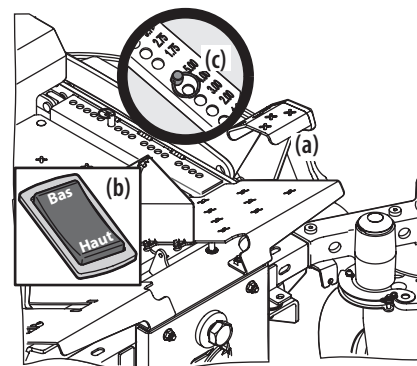

Figure 3-6
1. Puis relâchez lentement la pédale de relevage du plateau de coupe (a) ou pressez lentement sur l'avant de l'interrupteur de relevage du plateau de coupe (b). Voir Figure 3-6.